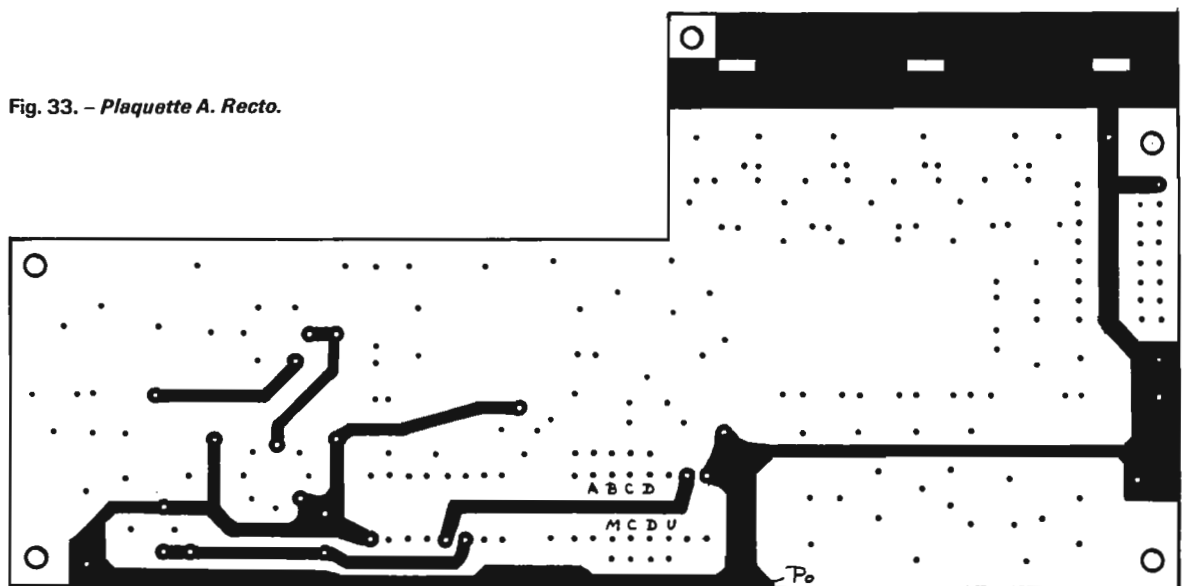

Fig. 33. - Plaquette A. Recto.
- Circuit A en double face. (Voltmètre continu) figures 33 et 34.